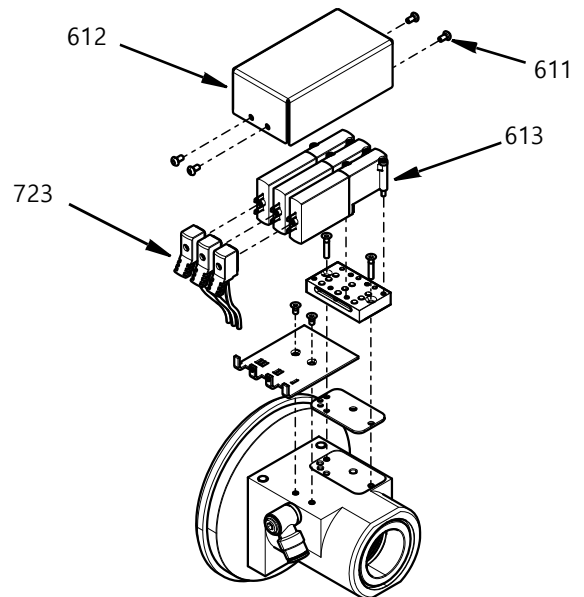

FIG. 20
- 솔레노이드 밸브와 매니폴드는 커버(612)를 제거하고 M3 나사(611) 4개를 제거하여 접근할 수 있습니다. 케이블 커넥터(723)는 연결을 해제할 수 있으며 솔레노이드 밸브(613)는 부착된 나사로 제거할 수 있습니다. FIG. 20를 참조하십시오.